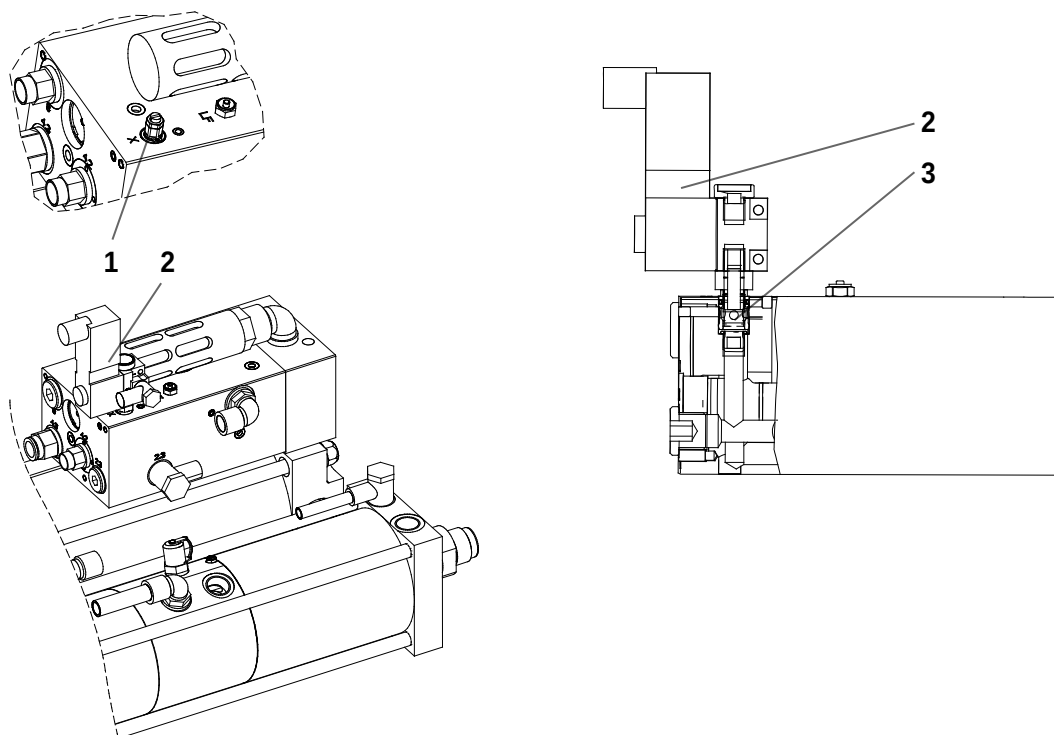

Fig. 15 Montage du dispositif externe d'activation de la course de travail ZKHZ-X
- 1 Démontez le limiteur « X » (Fig. 15/1) du bloc de vannes ZVX.
- 2 Vissez le dispositif externe d'activation de la course de travail ZKHZ-X (Fig. 15/2) sur l'ouverture située sur le limiteur « X » avec l'adaptateur 413 (Fig. 15/3), les joints toriques correspondants et le raccord double 1/8".